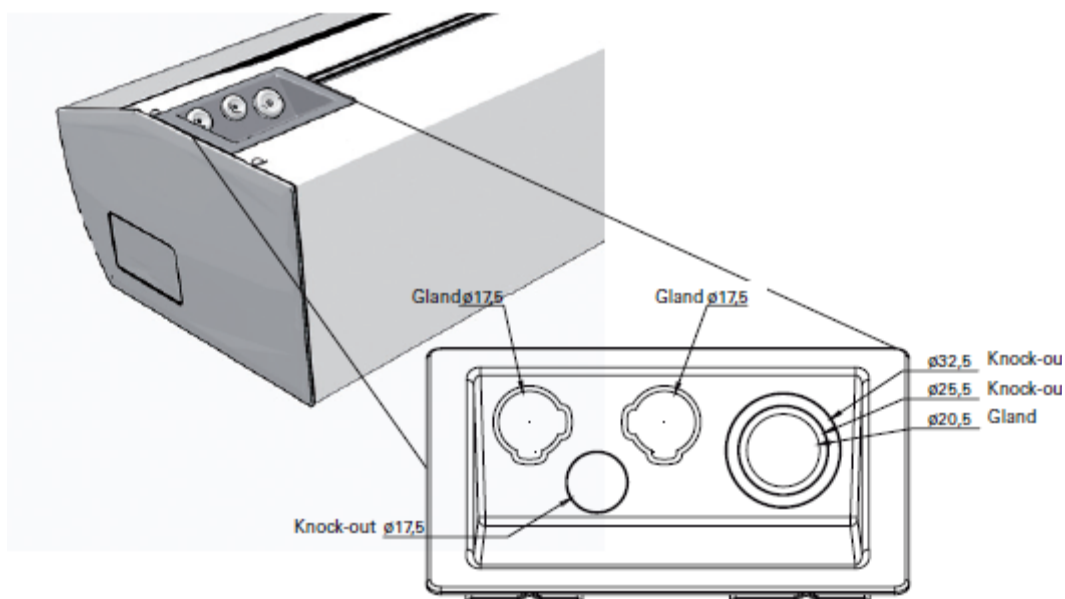

Fig.2
- Le raccordement électrique s'effectue sur la partie supérieure de l'appareil ; voir la figure 2. Les autres appareils sont prévus pour une installation permanente. La commande de régulation (230V~) et l'alimentation électrique (400V3~) sont connectées à un bornier dans les boîtes de raccordement internes. Les unités de 2 mètres ont besoin d'une double alimentation électrique. Le diamètre maximum de câble au bornier est de 16mm2. Les presse-étoupe utilisés doivent être conformes aux indices de protection concernés. Le panneau électrique doit comporter la mention « les rideaux d'air peuvent être alimentés depuis plusieurs connexions ». Voir schémas de raccordement.